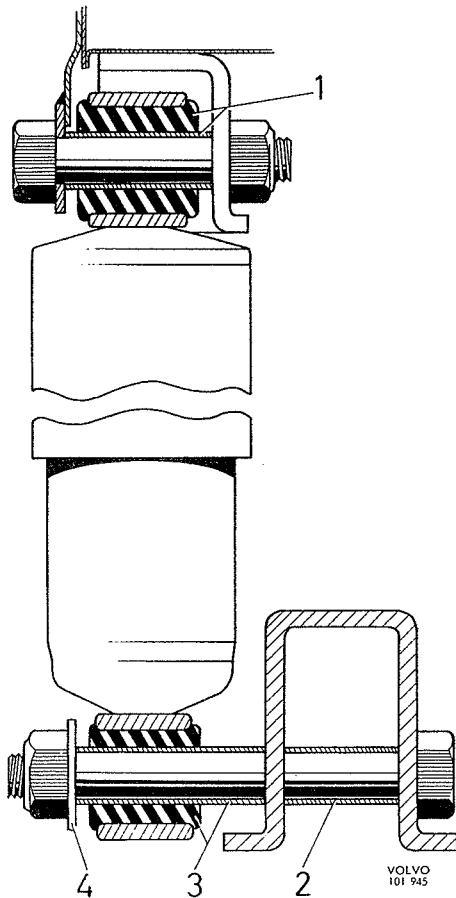

Fig. 7-9. Bevestiging, achterschokbreker
De achterste schokbrekerbevestiging (Fig. 7-9) bestaat uit ogen, voorzien van rubber busen (1 en 3) die niet gedemonteerd kunnen worden. Deze schokbrekers zijn bovenaan met bouten aan de achterste zijbalken en onderaan aan de draagarmen bevestigd. De achteras is aan de karrosserie bevestigd door middel van twee flexibel gemonteerde draagarmen (15, Fig. 7-5). Het axiale koppel wordt opgenomen door 2 torsiestangen (2) en de dwarskrachten worden opgenomen door een dwarsstabilisator (7). De draagarmen zijn aan de voorzijde door middel van rubber busen (19) met het chassis verbonden. De torsiestangen en dwarsstabilisator zijn aan de achteras en het chassis via rubber busen verbonden.
2. Let er bij de montage op dat de afstandsbus in de draagarm niet verwijderd wordt (2, Fig. 7-9). Monteer de schokbreker en zet hem vast. Monteer het wiel en de wielmoeren. Laat de wagen zakken. Breng de wiel dop aan.
N.B.: Controleer of de afstandsbus en ringen juist zijn aangebracht, zie Fig. 7-9. Haal de steunen onder de wagen weg en laat deze zakken.